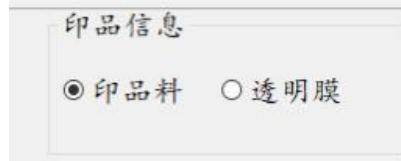

图 15
1) 填写“印品信息”：印品信息包含列数量和印品分类，列数量主要对于在分切机上或对特殊产品重复多列需要处理时填写，其它机台和一般情况下均不需要更改。印品分类有：印品料和透明膜两种，普通印刷品均选用印品料，对于白膜、涂布这类印品的检测，应选用透明料选项，如图 15。